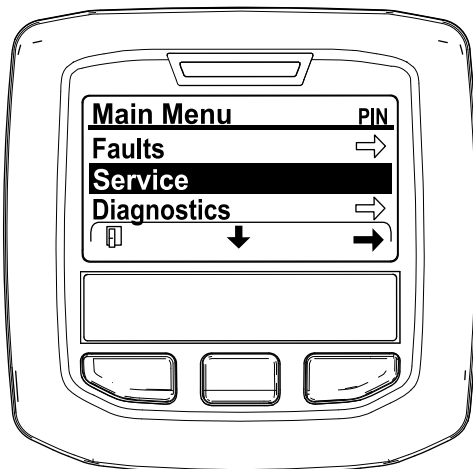

Figure 42
2. Naviguez jusqu'au MENU PRINCIPAL, appuyez sur le bouton central pour parcourir le menu MENU ENTRETIEN, et appuyez sur le bouton droit pour sélectionner l'option ENTRETIEN (Figure 42).